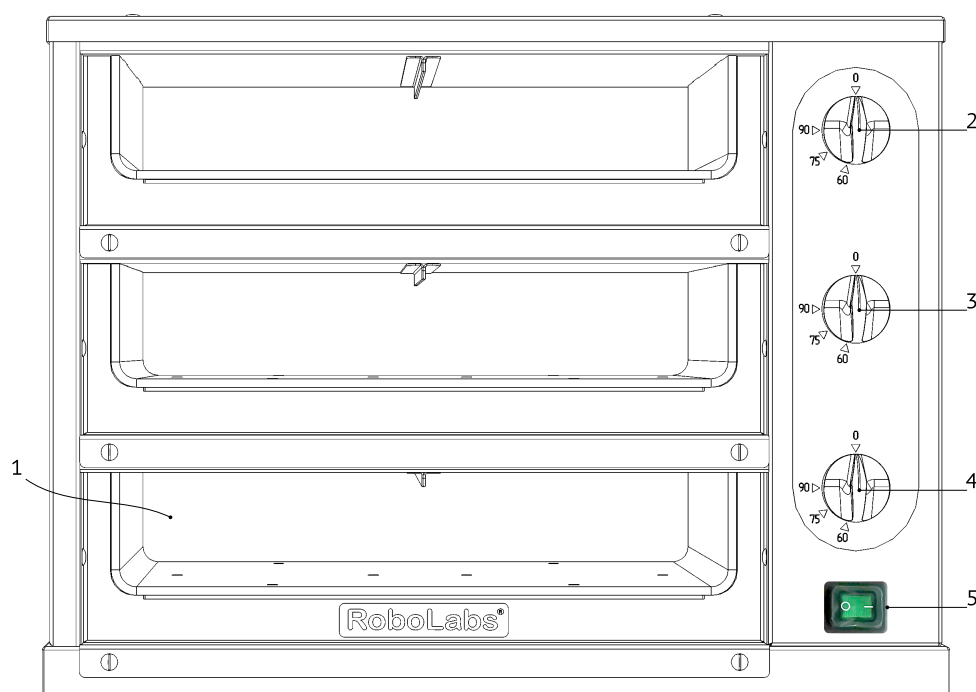

Рисунок 1
Изделие состоит из трёх сквозных камер (1), установленных одна над другой, см. Рис. 1. Каждая камера выстлана плитой из алюминия, под которой вмонтированы нагревательные элементы. Одна камера вмещает две gastronorm¹ GN1/3-65. В правой части находятся рукоятки трёх терморегуляторов (2), (3), (4) которые управляют работой нагревателей в верхней, средней, и нижней камерах соответственно. Кнопка включения (5) служит для включения и выключения изделия.